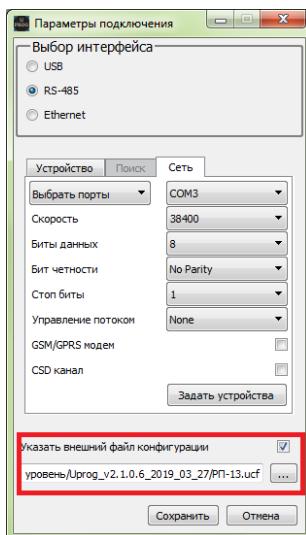

Рисунок 2.2.6 - Сохранение файла конфигурации сети
6) Формирование файла конфигурации сети закончено. Если файл конфигурации требуется сохранить, то необходимо установить метку напротив строки "Указать внешний файл конфигурации" и выбрать место хранения файла (Рисунок 2.2.6). При новом запуске ПО ранее созданный файл конфигурации может загружен таким же способом.